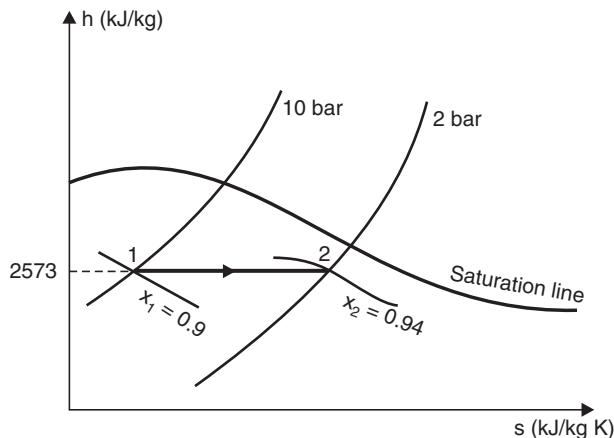

Fig. 2.73
**Solution.** Refer Fig. 2.73.